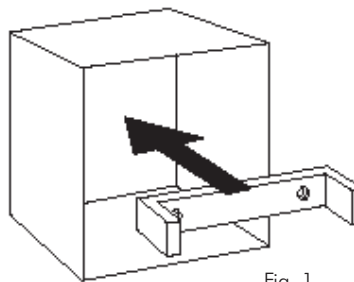

Fig. 1
- Gewindestab mit der markierten Seite in eine der in der Klammer vorgesehenen Bohrungen eindrehen (siehe Fig. 1).